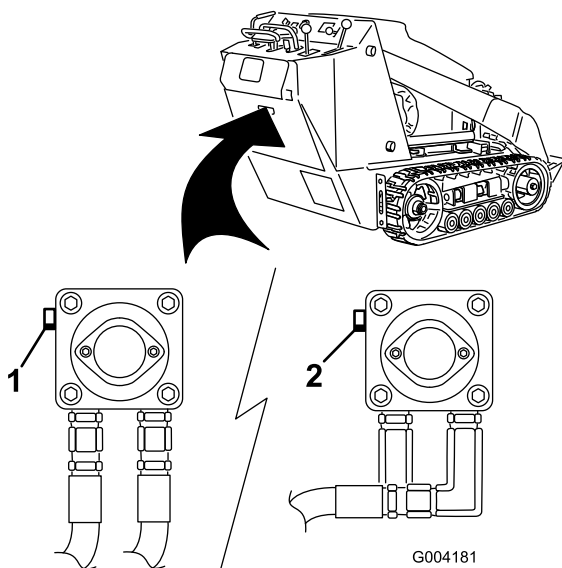

Рисунок 17
3. Используя гаечный ключ, дважды поверните буксировочные клапаны на гидравлических насосах против часовой стрелки (**Рисунок 17**).